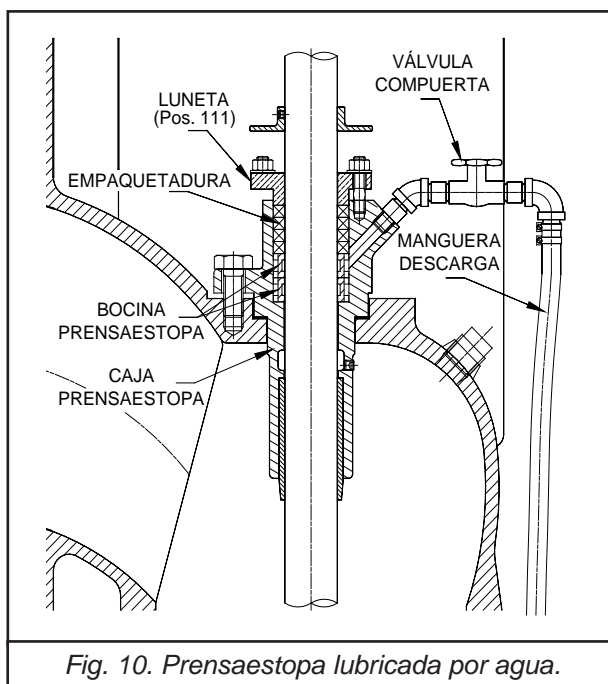

Fig. 10. Prensaestopa lubricada por agua.
- Coloque el empujador de collet sobre el eje (Fig. 10) y golpee con él collet entre el impulsor y el eje hasta liberar el impulsor. Extraiga el impulsor, y el collet (la cuña cónica partida). Coloque el collet y el tazón en un lugar previamente preparado. Limpie el eje antes de continuar.